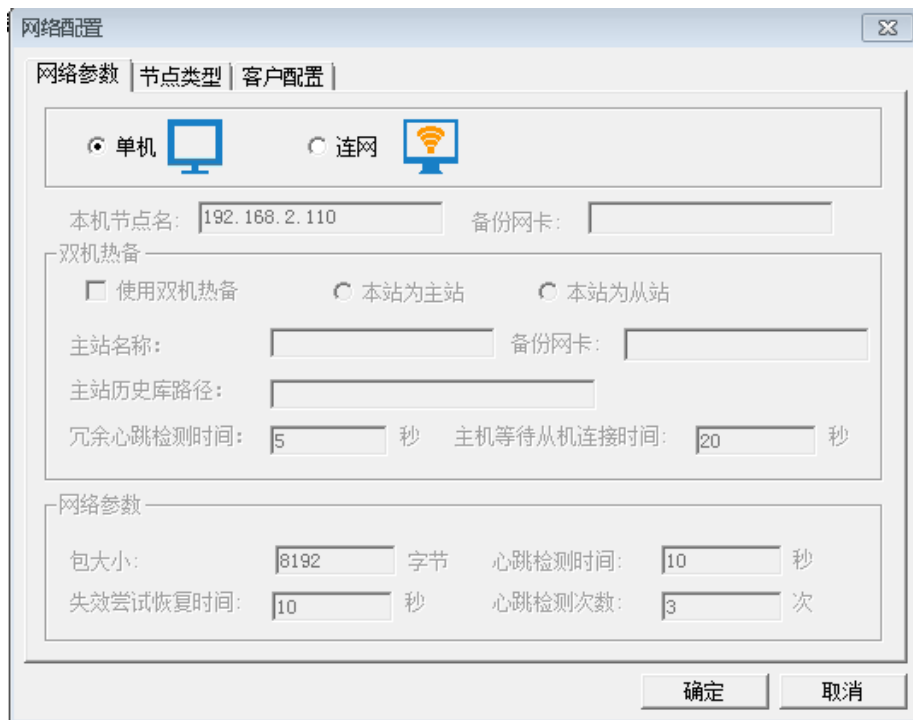

图 12-5 网络配置对话框
2、进入工程浏览器界面，在工程浏览器的目录显示区中双击“系统配置->网络配置”，或者选择菜单“配置->网络配置”，弹出“网络配置”对话框，如图 12-5 所示。